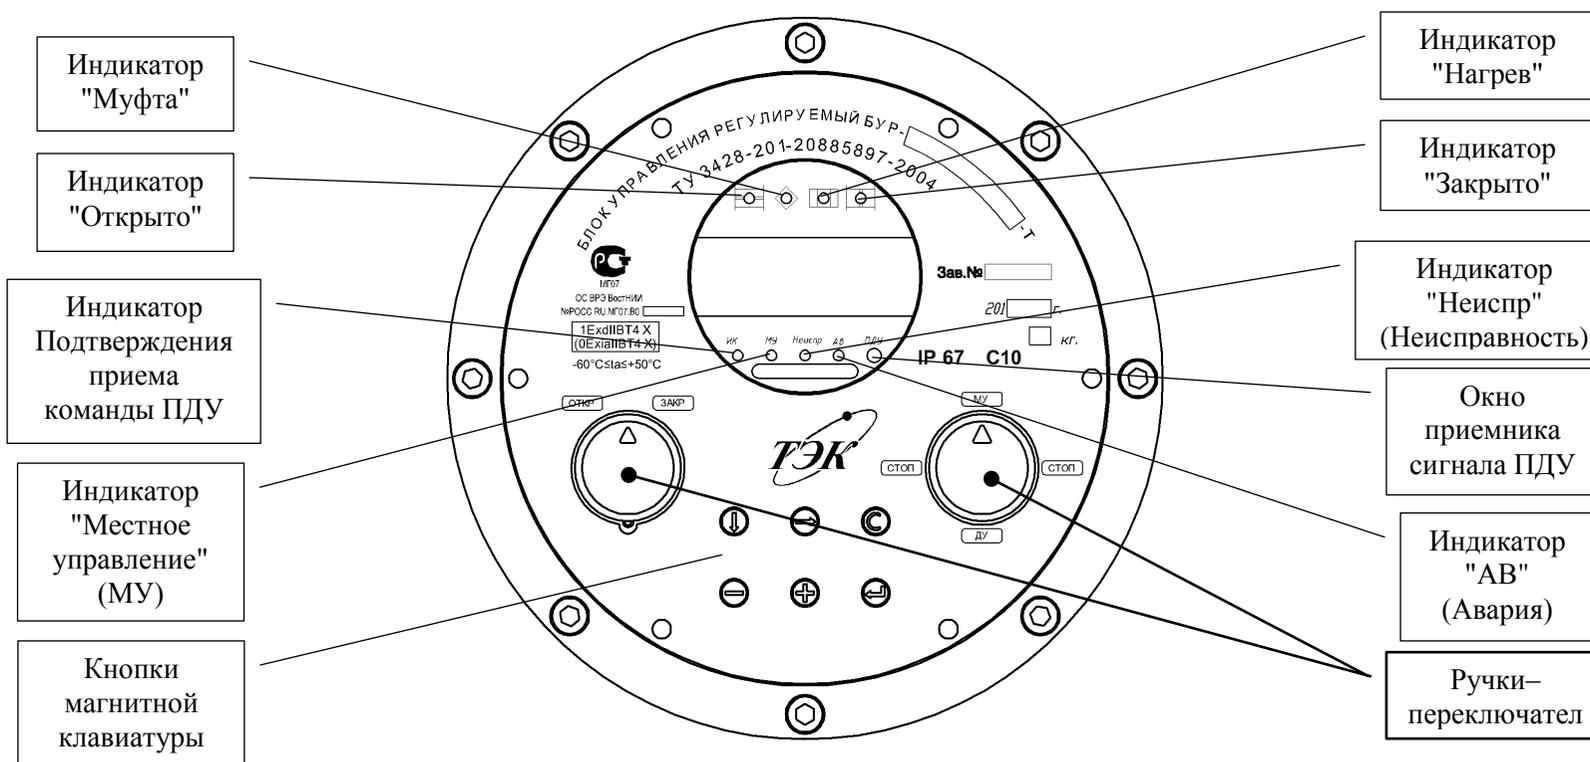

Рисунок 3 – Внешний вид ПМУ
**Пост местного управления (ПМУ)** выполняет функции управления и настройки электропривода непосредственно на месте его установки. (см. рисунок 3).
1.5.2.5 На ПМУ БУР размещены органы индикации и управления (см. рисунок 3).